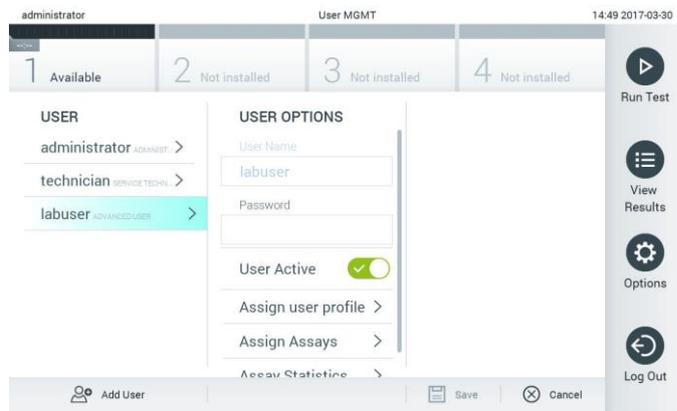

Figura 48. Seleção e gestão de utilizadores.
2. Selecione o utilizador a gerir a partir da lista na coluna esquerda da área de conteúdo (Figura 48).